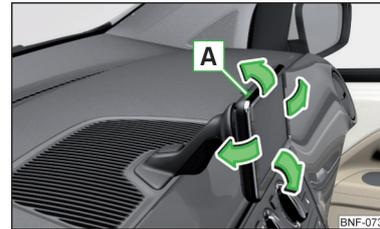

Abb. 86
Die Neigung kann durch Bewegen des Geräts in Richtung der Pfeile » Abb. 86 leicht in die gewünschte Stellung **eingestellt** werden » **!**
- Um die **Bedienungsanleitung** aufzurufen, das Gerät durch Drücken der Taste **A** einschalten » Abb. 86.